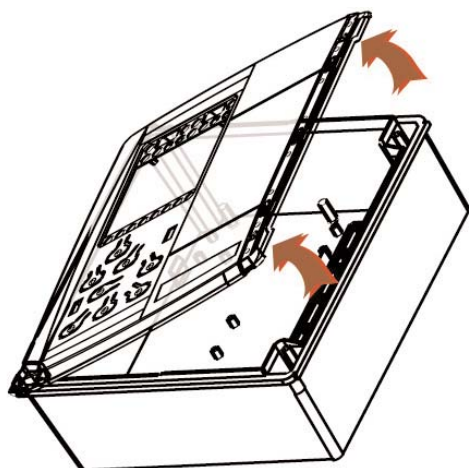

Fig.1
1. Quitar el tapón que cubre los tornillos en el lado derecho de la tapa presionándolo ligeramente por los puntos indicados por las flechas en la fig. 1.